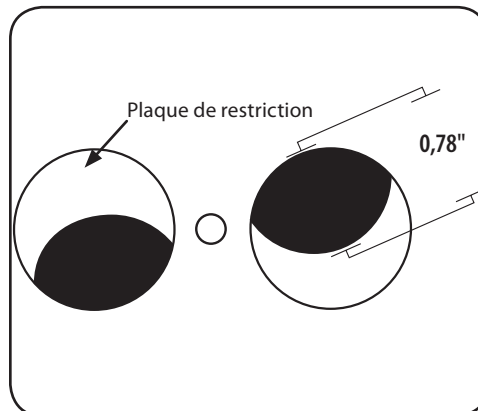

Figure 1-14
NOTE : La vitesse maximale du tracteur est d'environ 5,2 mi/h. Toute vitesse supérieure à 5,2 mi/h est indiquée par N/A dans les tableaux ci-dessous. Si l'épandeur est utilisé à une vitesse supérieure à 5,2 mi/h, la plaque de restriction DOIT être ouverte à moitié. Voir Figure 1-14.
6. Si la vitesse de déplacement recommandée est supérieure à celle du tracteur, réduisez la vitesse de déplacement à moitié et fermez la plaque de restriction à moitié. Voir Figure 1-14.